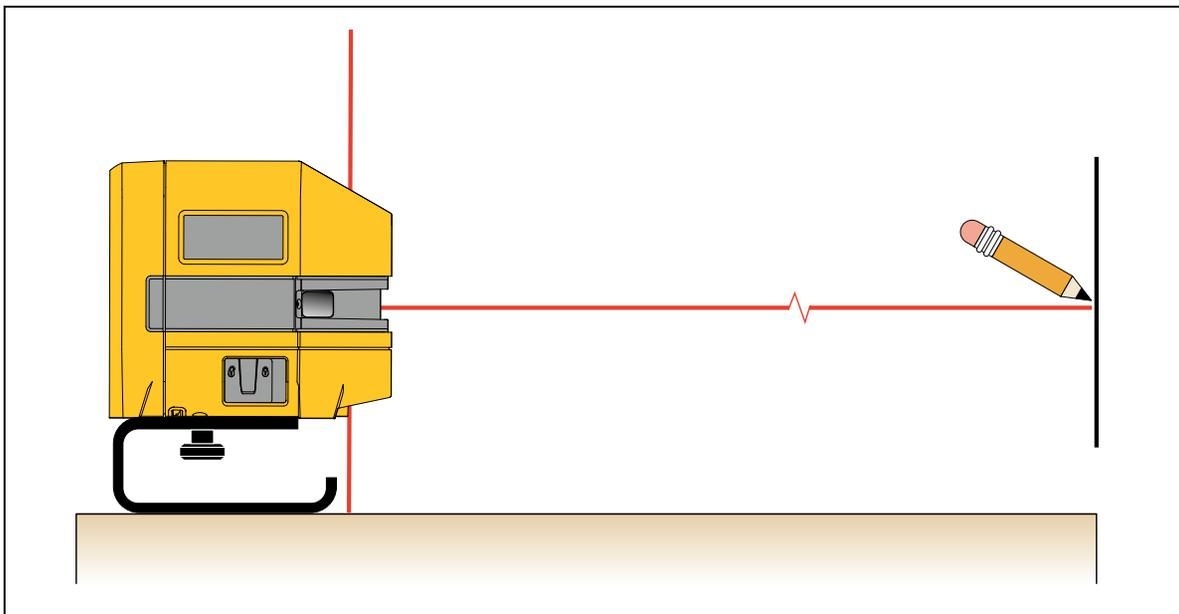

Figura 2. Nueva alineación horizontal o diagonal
2. Encienda el Producto y apunte el láser delantero a la zona objetivo. Consulte la Figura 2.